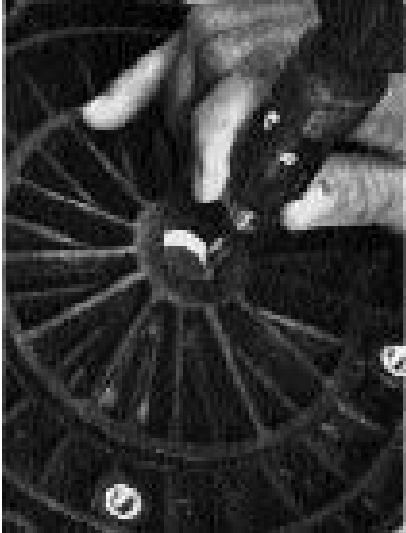

Figure 5
8. Poser la plaque d'étanchéité à l'envers sur une surface plate et chasser le siège en céramique (voir la Figure 5).